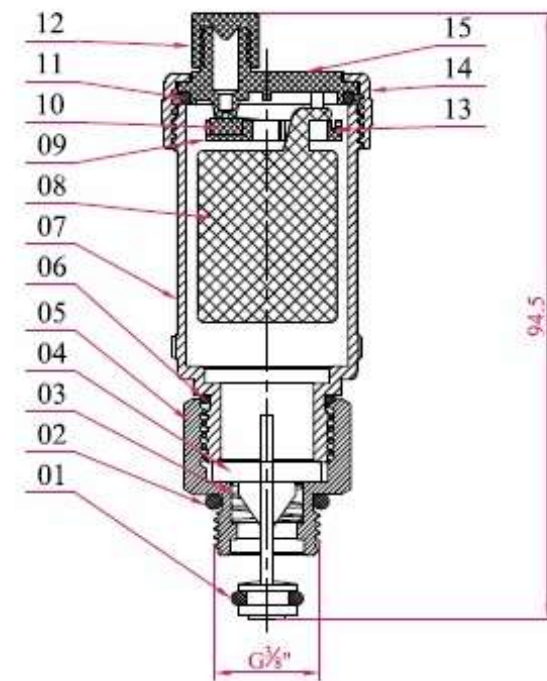

Рис.1
Габариты и присоединительные размеры воздухоотводчика приведены на Рис. 1
Для демонтажа автоматического воздухоотводчика без осушения трубопровода перед ним рекомендуется установка отсечного клапана (Рис.1). Отсечной клапан состоит из корпуса (5), в котором при откручивании воздухоотводчика под воздействием пружины (3) золотник (4) перекрывает клапан.